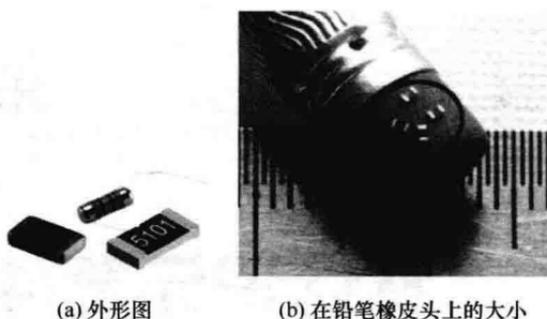

图 1-2 贴片电阻
② 贴片电阻。无引线的电阻称为贴片电阻，两端一般为银白色，中间部分为黑色，其外形图如图 1-2 (a) 所示；图 1-2 (b) 是贴片电阻在铅笔橡皮头上的大小。